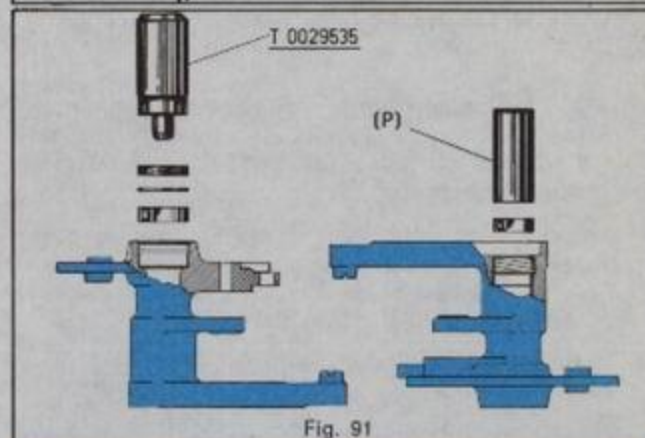

Fig. 91
Fig. 91. **Montaje eje rueda delantera:** Para el montaje del eje porta-rueda se seguirá el siguiente método: Montar el rodamiento y el retén, como indica la figura, con el útil T. 0029535 (montar previamente el anillo en su respectivo lugar), continuar por el lado inverso y montar el cojinete de bolas con un puntero (P) de diámetro exterior de 30 mm. Seguidamente montar el eje porta-rueda, golpeando por el lado del cono (ver figura) con un mazo de madera (Fig. 91 bis).
Fig. 91 bis